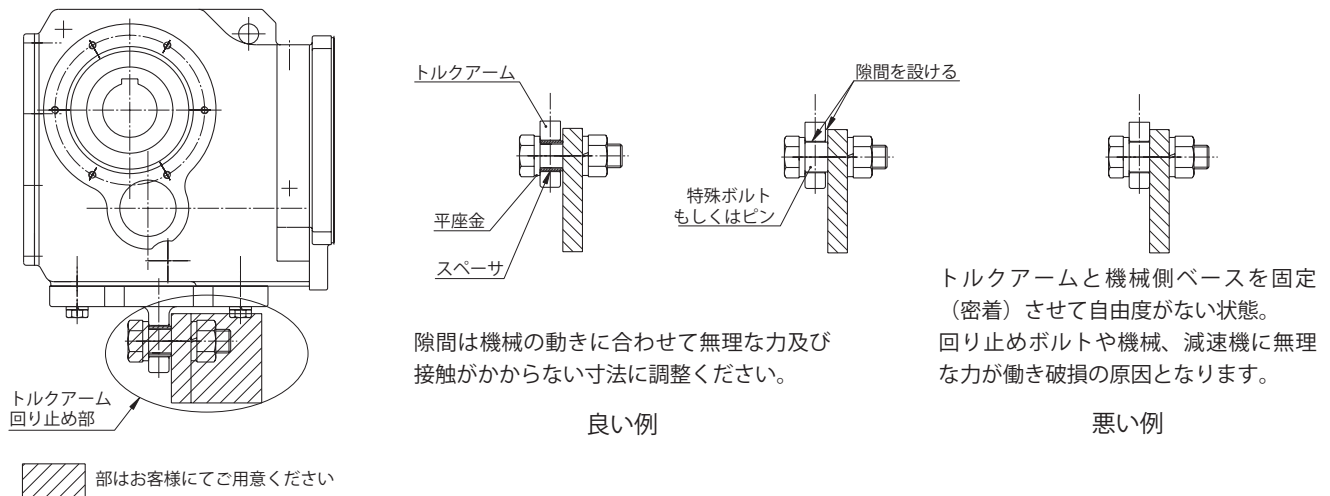
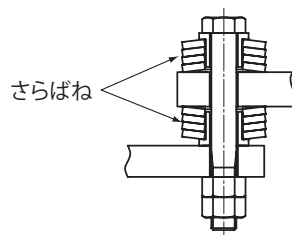

図 D13-1 トルクアーム回り止め部取付例（アタッチメントタイプ）
図 D14 さらばね
- ① トルクアームは、ケーシングの被動機械側に取り付けてください。取り付けには、六角穴付ボルトをご使用ください。
- ② トルクアームの回り止め部（図 D13-1、D13-2 参照）には、ケーシングと被動軸の間に余計な力がかからないように、自由度をもたせてください。（回り止め部はお客様にてご用意ください。）
- ③ 回り止めボルトなどでトルクアームを固定することは、絶対に行わないでください。
- ④ 始動・停止頻度が多い場合や正逆の繰り返し運転などの場合は、トルクアームと取付ボルト（またはスペーサ）の間に緩衝材としてさらばね（図 D14 参照）を取り付け、衝撃を緩和するような処置をしてください。さらばねの詳細はご照会ください。
- ⑤ ボルトは強度区分 10.9（JIS B 1051）以上のものを使用してください。
- ⑥ トルクアームを設置される際には、ボルトのゆるみ止めを必ず実施してください。（ばね座金やリナットの使用、ねじゆるみ止用接着剤の塗布など。）